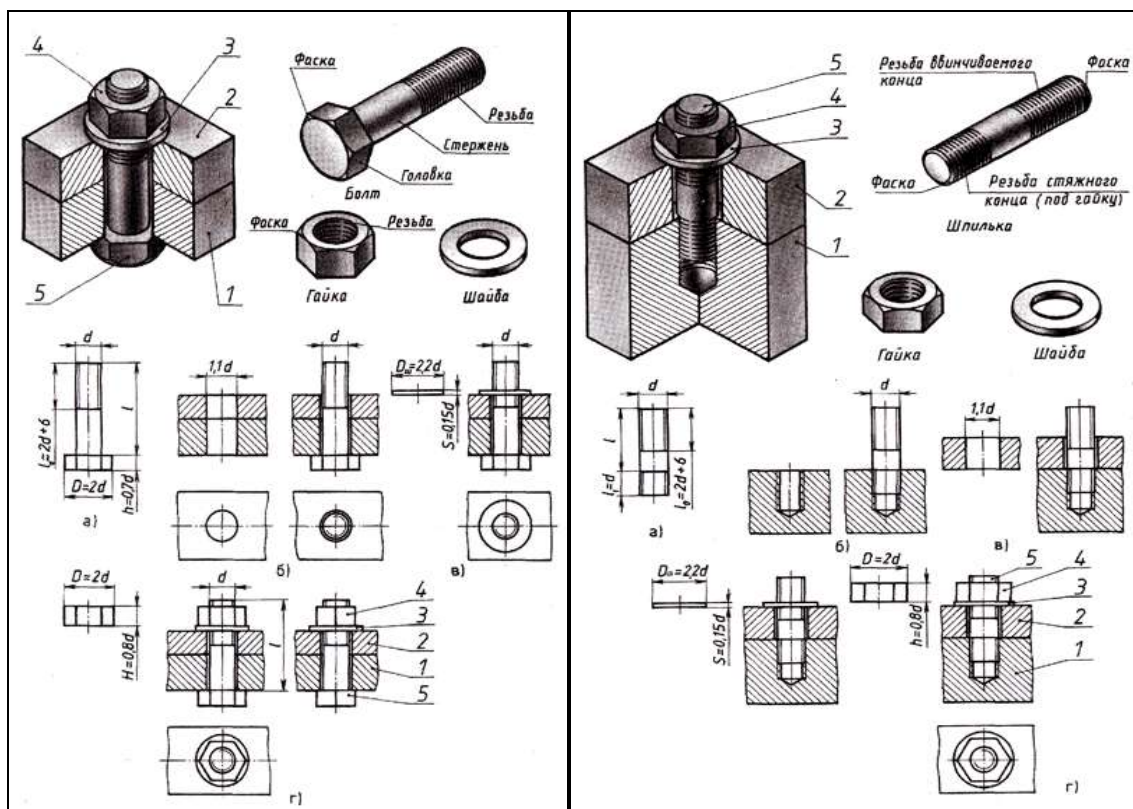

Рис.38,б Соединение болтом и шпилькой
3. **Соединение деталей шпилькой** применяют тогда, когда в одной из соединяемых деталей в связи с её реконструктивными особенностями нельзя или нецелесообразно сверлить сквозные отверстия. В соединении шпилькой входят: шпилька, шайба и гайка (рис.38,б).
Остальные размеры шпильчатого соединения рассчитывают по приведенным условным соотношениям (рис.38,а)